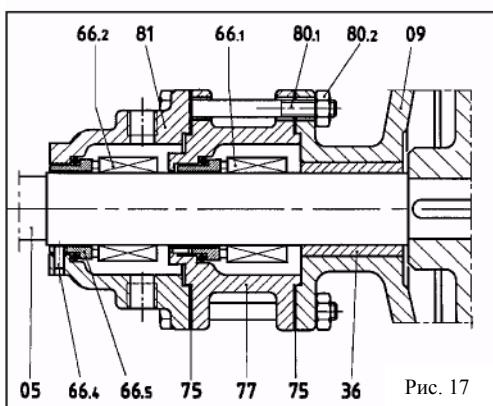
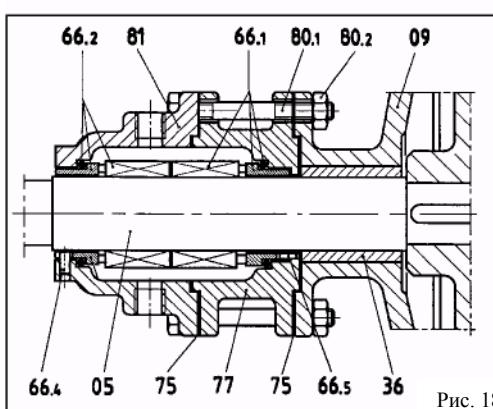

Рис. 17
Рис. 18
11.10 Демонтаж двойного механического уплотнения ST7 (см. рис. 17)
- Отвинтите болты (80.1) и осторожно снимите корпус уплотнения (81), стараясь не повредить прокладку (75). Если прокладка повреждена, ее необходимо заменить.
- Повторите такое же действие со вторыми корпусом уплотнения (77) и механическим уплотнением (66.1).
11.11 Демонтаж двойного механического уплотнения ST8 (см. рис. 18)